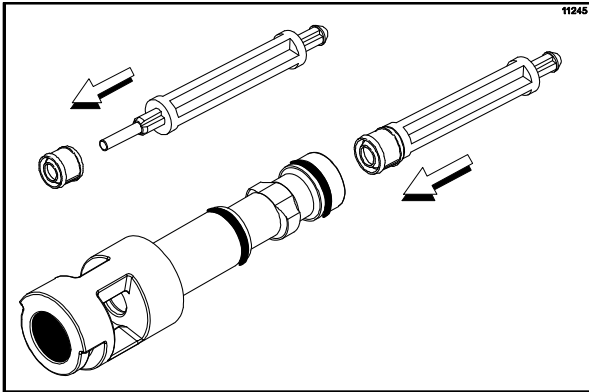

Abbildung 117
7. Die Kreiselwellendichtung so schnell wie möglich in den Boden des Zapfventils einsetzen. Die Kreiselwellendichtung muss genau in die Kehle in der Zapfventilhöhlung gleiten. (Siehe Abbildung 117.)